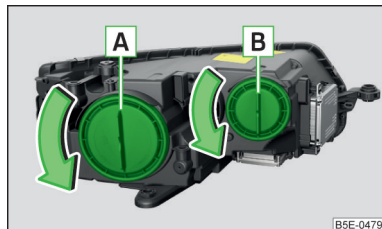

Fig. 236
Disponerea becurilor cu incandescență » fig. 236
- Rotiți capul de protecție **A** » fig. 236 la pagina 234 în sensul săgeții.
- Așezați capul de protecție **A** » fig. 236 la pagina 234 și rotiți-l în sens opus săgeții.
- Rotiți capacul de protecție **[B]** » fig. 236 la pagina 234 în sensul săgeții.
- Așezați capacul de protecție **[B]** » fig. 236 la pagina 234 și rotiți-l în sens opus săgeții.